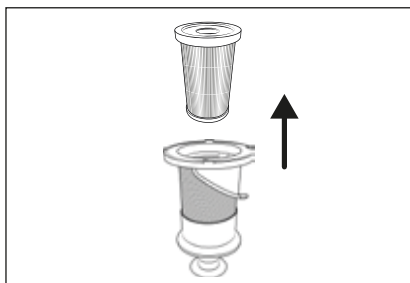

Fig. 19
- 4) Rimuovere il filtro HEPA **5** dal filtro in acciaio inox **6** afferrando il filtro HEPA **5** dall'apertura e tirandolo fuori dal filtro in acciaio inox **6** (vedere fig. 19).